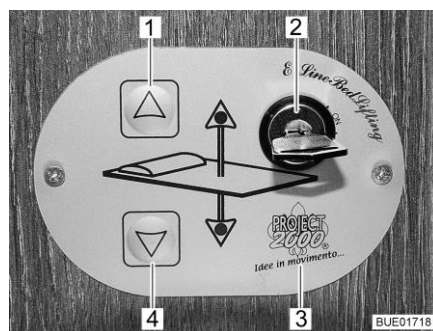

Fig. 77 Elemento di regolazione
È possibile abbassare o alzare il letto basculante tramite i tasti (Fig. 77,1 e 4) presenti sull'elemento di regolazione (Fig. 77,3). L'elemento di regolazione viene bloccato tramite l'interruttore a chiave (Fig. 77,2) per evitarne l'utilizzo accidentale.
- Ruotare la chiave dell'interruttore a chiave (Fig. 77,2) di 90° in senso orario, fino a raggiungere la posizione "On". L'elemento di regolazione (Fig. 77,3) è attivato.
- Premere il tasto freccia (Fig. 77,4) e tenerlo premuto fino a quando il letto basculante raggiunge la posizione desiderata in basso.
- Premere il tasto freccia (Fig. 77,1) e tenerlo premuto fino a quando il letto basculante raggiunge la posizione finale in alto.
Se non si riesce più a spostare il letto basculante con i tasti freccia (Fig. 77,1 e 4), controllare per prima cosa i fusibili (vedi paragrafo 9.11.1). Se i fusibili sono a posto e ciononostante non si riesce a spostare il letto basculante, è possibile muoverlo manualmente.